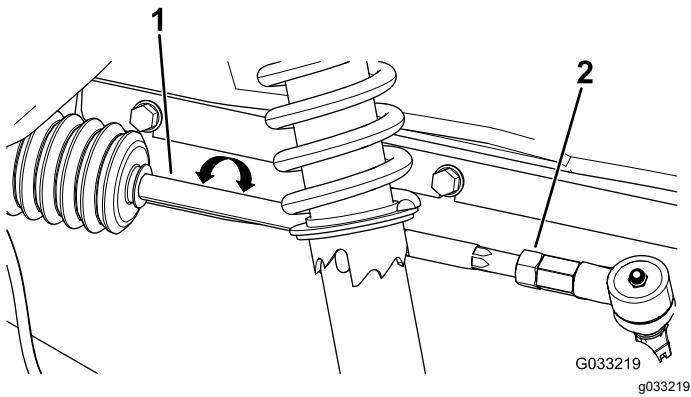

Figure 56
2. Si la mesure n'est pas comprise entre 0 et 6 mm (0 et $\frac{1}{4}$ po), desserrez les écrous de blocage aux extrémités extérieures des biellettes (Figure 56).